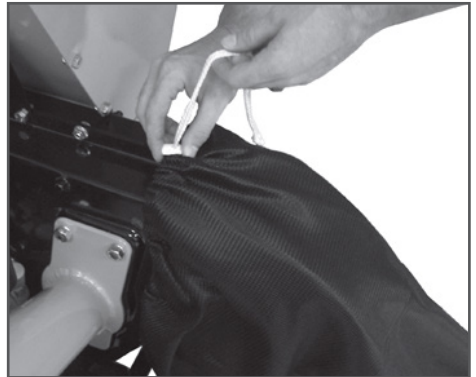

Рис. 4 Установка мешка для сбора продуктов измельчения
2. Наденьте мешок на дефлектор и разгрузочную трубу и затяните шнурок (Рис. 4).